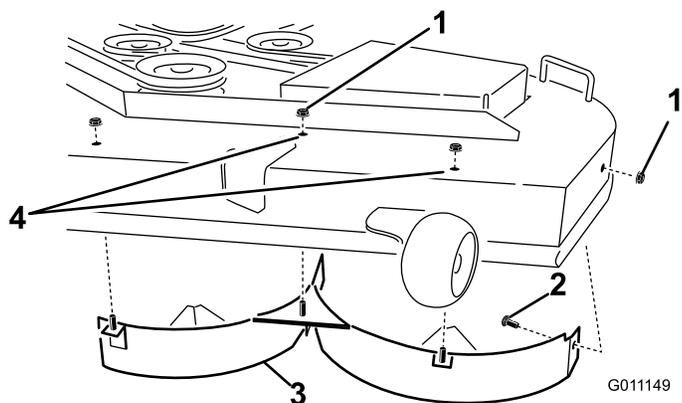

Figure 32
5. Retirez les 3 contre-écrous (5/16") fixés aux montants soudés du déflecteur gauche sur le dessus du plateau de coupe, au centre, à gauche du centre et à gauche (Figure 32).
6. Sur la paroi latérale du plateau de coupe, retirez le boulon de carrosserie et le contre-écrou qui fixent le déflecteur gauche au plateau (Figure 32).
7. Déposez le déflecteur gauche du plateau de coupe (Figure 32).
8. Localisez les 2 boulons dans les pièces détachées et insérez-les, avec les contre-écrous existants, dans les trous du plateau de coupe (voir Figure 32) pour éviter la projection de débris.